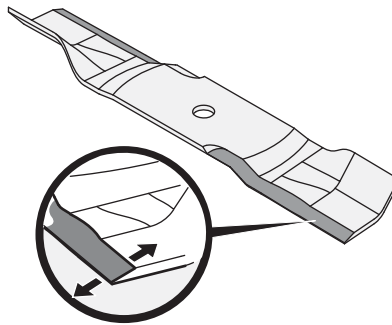

Figure 4-23
3. Pour aiguiser correctement les lames de coupe, aiguissez les deux tranchants des lames de façon égale, parallèlement à la voile, à un angle de 25 à 30 degrés. Voir Figure 4-23.